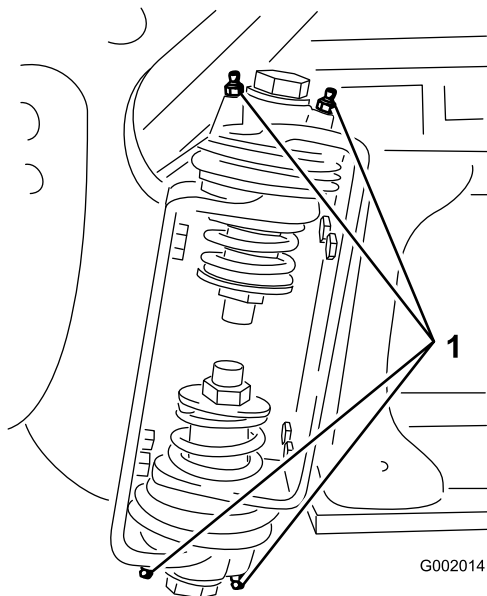

Figure 103
2. Injectez la graisse dans le roulement ou la bague au niveau de chaque graisseur (Figure 103).